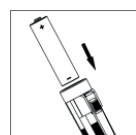

Fig 5
- Retire las pilas de 2XAA y sustitúyalas por otras nuevas, asegurándose de que el ánodo apunte al cabezal del dispositivo, como se muestra en la fig 5.